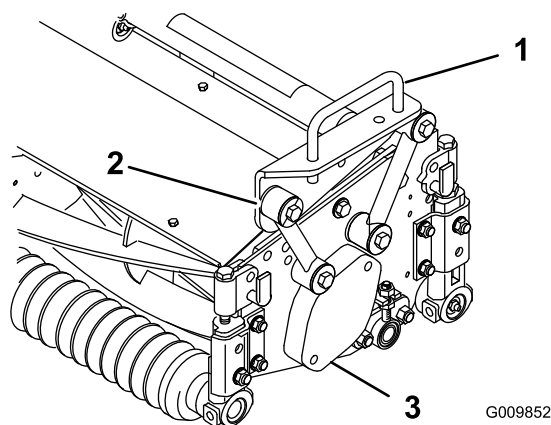
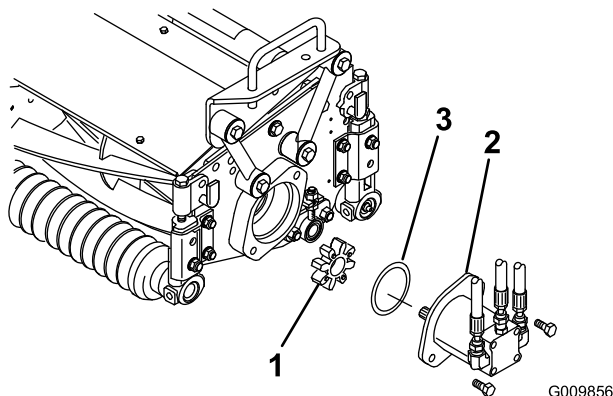

図 4
図 8
2. キャリア・フレームを、各カッティングユニットの取り付け穴に合わせる（図 4）。
3. ボルト (3/8 x 2-1/4 in)、ワッシャ 2 枚、ロックナット 1 枚を使い、図 4 のように各取り付けリンクをキャリア・フレームに取り付ける。取り付ける時にリンクの各側にワッシャを入れる。42 N.m (4.2 kg.m) にトルク締める。
2. 右側カットイングユニットの内側端部からベアリング・ハウジングのカバー (図 4) を取る。そのカバーとガスケット (カットイングユニット付属部品) を外側に取り付ける。ベアリング・ハウジングについているスパイダ・カップリング (図 8) を探し出す。
3. 駆動モータのフランジにOリング（カッティングユニットの付属部品）を取り付ける（図 8）。
4. モータとスパイダ・カップリングをカッティングユニットの駆動側に取り付け、カッティングユニットに付いているボルト（2個）で固定する（図 8）。